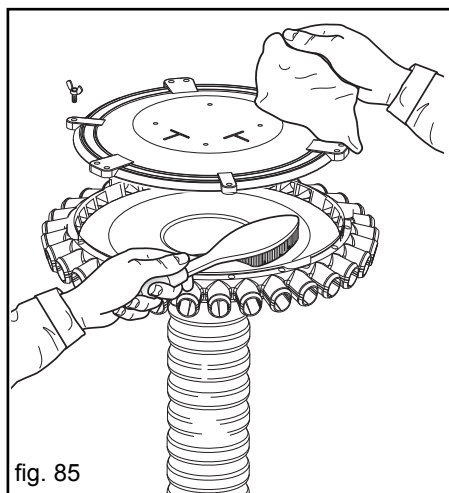

fig. 85
OGNI 50 ORE DI LAVORO	<ul style="list-style-type: none"> - Ingrassare tutti gli elementi assolcatori (C, Fig. 81) - Effettuare una completa ed accurata pulizia del corpo dosatore (vedi capitolo 3.5.1). - Effettuare una completa ed accurata pulizia della testa di distribuzione (Fig. 85): <ul style="list-style-type: none"> • Allentare e togliere i dadi ad alette (A); • Togliere il coperchio del distributore (B); • Pulire con una spazzola le parti in metallo e con un panno le parti di plastica; • Rimontare il coperchio e fissarlo con i dadi ad alette. - Controllare il corretto allineamento delle ruote dentate ed il tensionamento delle catene di trasmissione per evitare una rapida usura o la rottura degli organi di trasmissione.